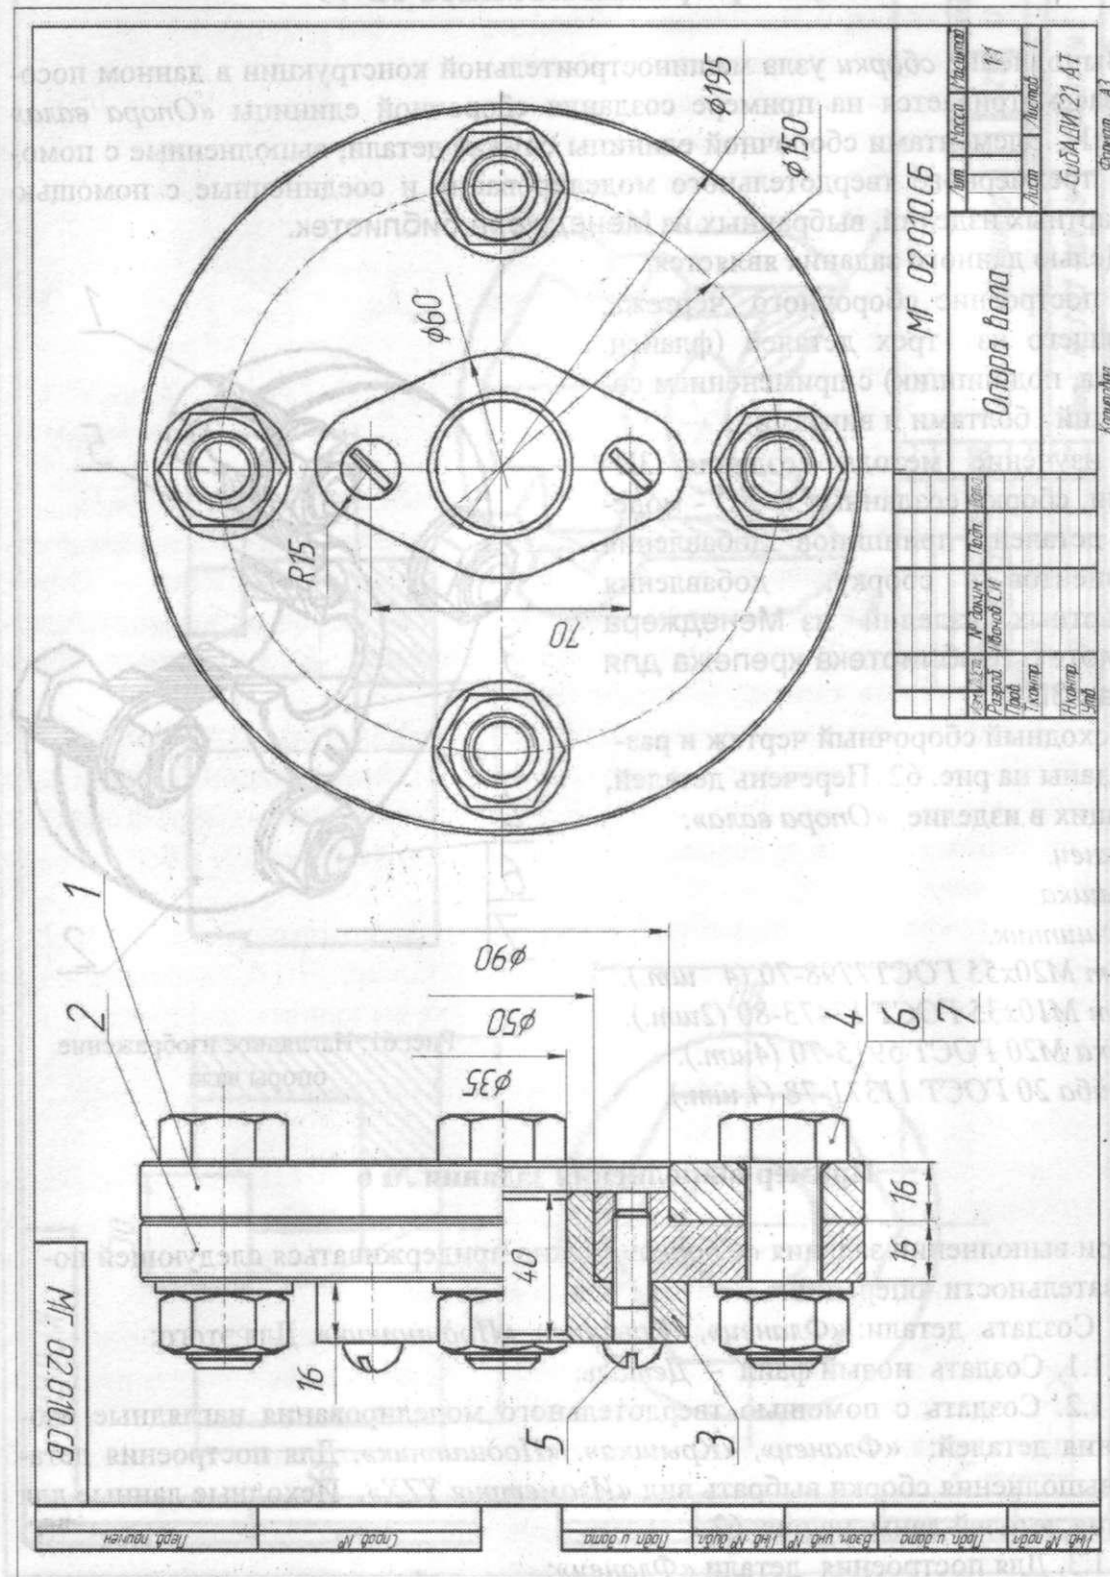

Рис. 62. Сборочный чертёж «Опора вала» — исходные данные для выполнения сборки узла машиностроительной конструкции
Исходный сборочный чертеж и размеры даны на рис. 62. Перечень деталей, входящих в изделие «Опора вала»:
- 1.2. Создать с помощью твердотельного моделирования наглядные изображения деталей: «Фланец», «Крышка», «Подшипник». Для построения деталей и выполнения сборки выбрать вид «Изометрия YZX». Исходные данные для создания деталей даны на рис. 62.